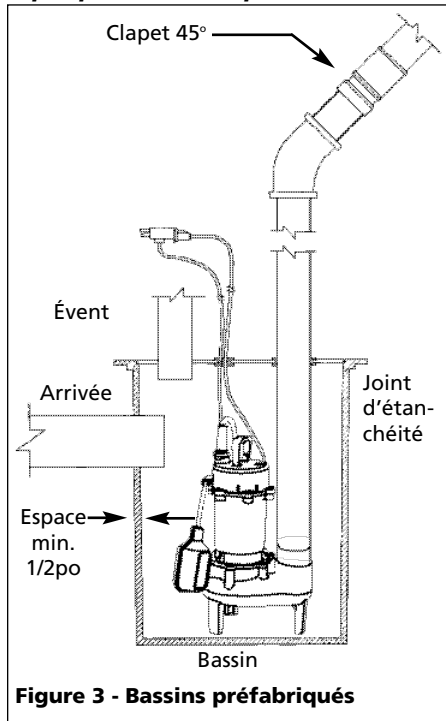

Figure 3 - Bassins préfabriqués
6. Cette pompe a un interrupteur à longue détachable tether switch avec une fiche superposée (Voir Figure 3). La longueur du longe (distance du cordon du flotteur à la pince) ne devrait pas être ajustée moins que 8,26 cm (3-1/4 po) et ne devrait pas être utilisé dans un bassin plus petit que 35,6 cm (14 po) de diamètre. Si vous utilisez un différentiel autre que celui réglé à l'usine, s'assurer que lorsque la